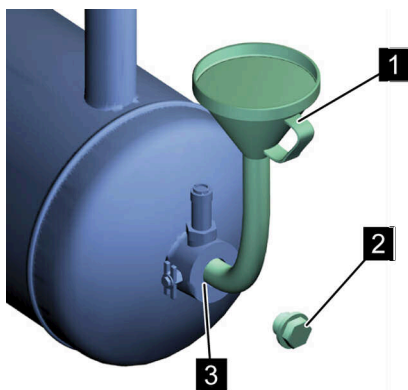

Рис. 37: Заливной штуцер (винтовые компрессоры с непосредственным приводом и с частотным преобразователем)
8. При помощи воронки (Рис. 37/1) залейте охлаждающую жидкость до заливной кромки заливного штуцера (Рис. 37/3).
10. Вставьте резьбовую пробку наливного отверстия (Рис. 37/2) и затяните ее ↪ Приложение В «Моменты затяжки винтов» на странице 117.